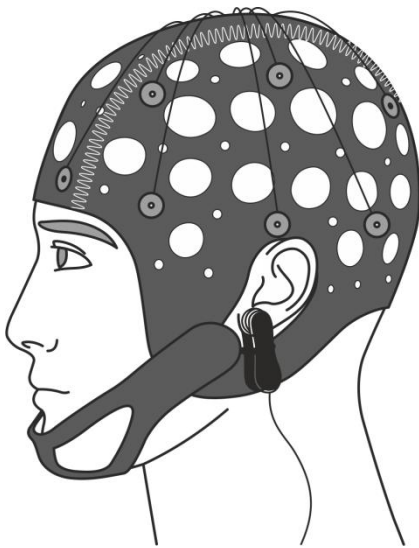

Рис. 28. Электродная шапочка с закрепленными на мочках ушей пациента ушными референтными электродами типа «клипса»
- Наденьте на пациента электродную шапочку подходящего размера (рис. 28), с помощью регуляторов подкорректируйте ее под размер головы пациента. При использовании ушных референтных электродов типа «клипса» закрепите их на предварительно обезжиренных мочках ушей пациента. Подключите электродную шапочку в соответствующий разъем на блоке усилителя.